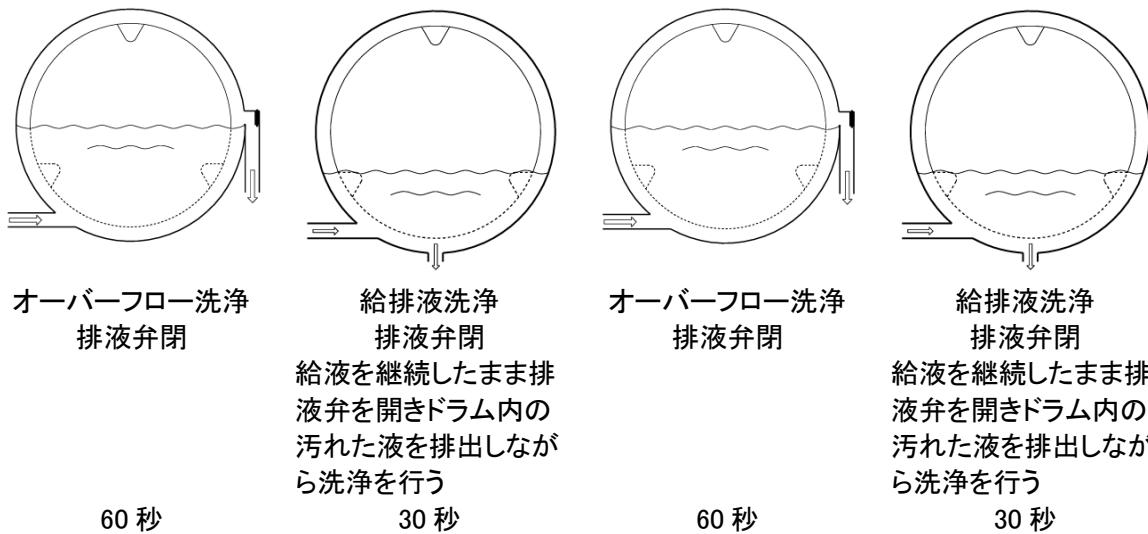

図 9-6
#### 3) アップダウン洗浄(U.D.) (図 9-6)
**動作**：ベースタンクよりフィルタ及びカーボンを経由し、溶剤をドラムへ給液します。オーバーフロー洗浄を行った後、給液を維持したまま排水弁を開き、ドラム内の汚れた液を排出しながら洗浄を設定時間まで繰り返します。(図9-6)